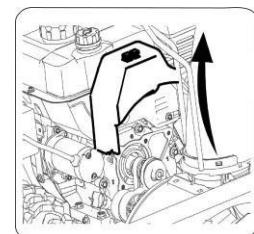

Рис.18
- Снимите крышку в передней части двигателя, сняв два винта. Рис.18.